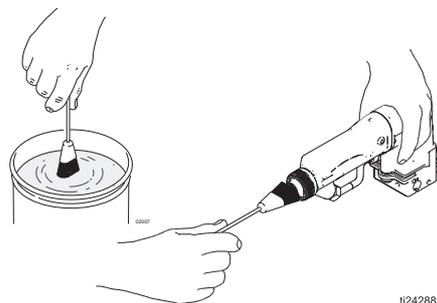

FIG. 13. Pistolenspitze reinigen
1. Sicherstellen, dass die Turbinenluft (TA) abgeschaltet ist.
3. Haltering (24), Luftkappe/Düsenschutz (25), Spritzdüse (3) und Pistolenabdeckblech (26) entfernen. Siehe Seite 29.
4. Das Ende einer weichen Borstenbürste in verträgliches Lösemittel dippen und die Vorderseite der Pistole mit der Bürste reinigen. Darauf achten, dass kein Lösemittel in die Luftpassagen gelangt. Die Pistole während des Reinigens möglichst nach unten richten. Siehe hierzu FIGURE 13.